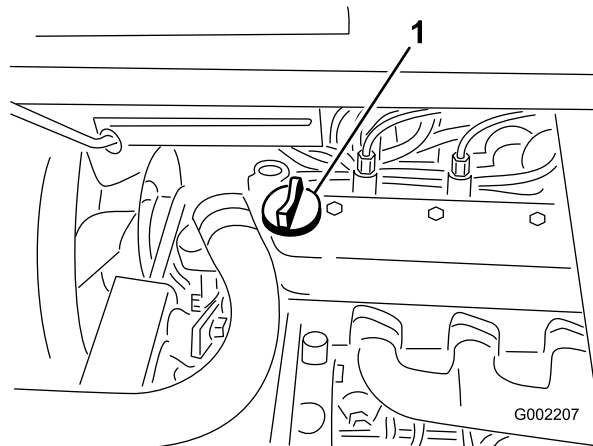

Figura 17
3. Se o nível de óleo estiver baixo, deverá retirar a tampa de enchimento da cobertura da válvula (Figura 17) e deitar óleo na abertura até que o nível suba até à marca "Full" (Cheio) da vareta; consultar a secção Manutenção do óleo do motor, acerca do tipo e viscosidade do óleo. Adicione o óleo lentamente e verifique o nível com alguma frequência durante o procedimento. Não encha demasiado.